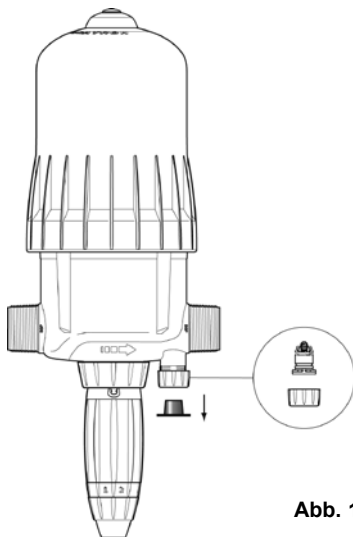

Abb. 11
- Bei zufälligem Unterdruck wird automatisch wieder der Luftdruck in der Anlage hergestellt * (**Abb. 11**). Dessen Verwendung hängt von den im Land gültigen Gesundheitsbestimmungen ab.
Bei Ø 16 (Abb. 11) :